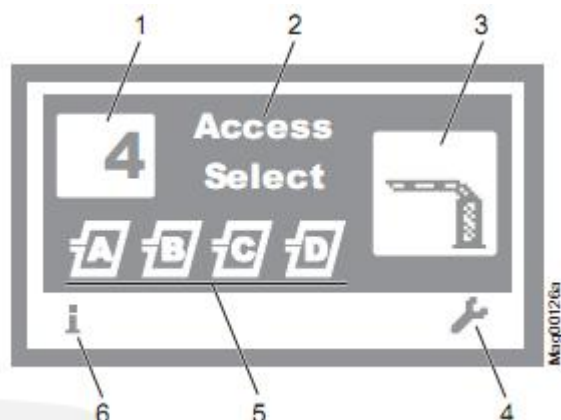

图 42: “操作界面”示例
1. 操作界面展示。→请参照 67 页, 图 42.
1. 显示操作界面。请参照 67 页, 图 42.